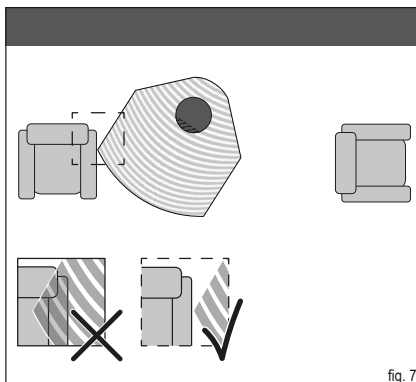
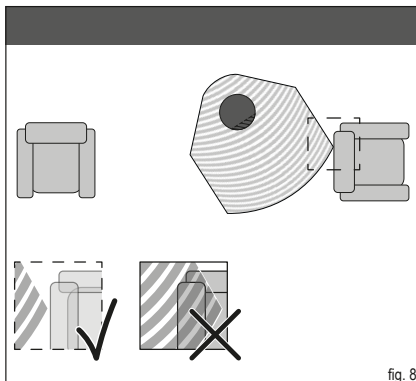

fig. 7
fig. 8
- Nell'angolo di rotazione impostato nella stufa a legna non è consentito che vi siano materiali infiammabili entro l'area di irraggiamento, come ad esempio mobili. (fig. 7 e fig. 8).